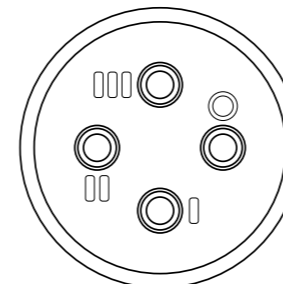

Рисунок 2 – Маркировка на штуцере
3. Ввернуть комплект электродов в штуцер согласно маркировке (см. рисунок 2):